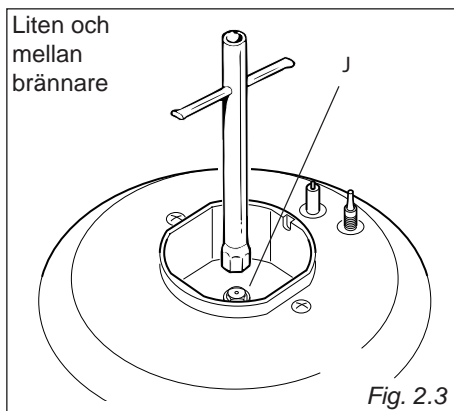

Fig. 2.3
- Använd en skiftnyckel för att ersätta dysan "J" (Fig. 2.3, 2.4) med dysor som passar till gastypen.